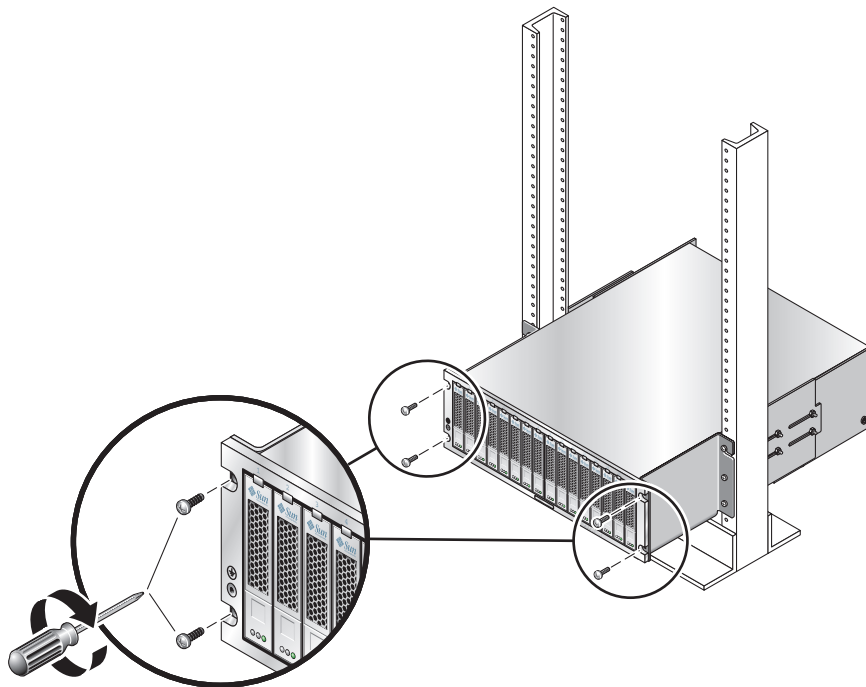

FIGURE C-7 Fixation du plateau à l'avant du rack
4. Utilisez le tournevis cruciforme n° 2 pour insérer et serrer les quatre vis, rondelles et écrous 10-32 x 1/2 (deux de chaque par côté) pour fixer le plateau à l'avant du rack (voir FIGURE C-7).